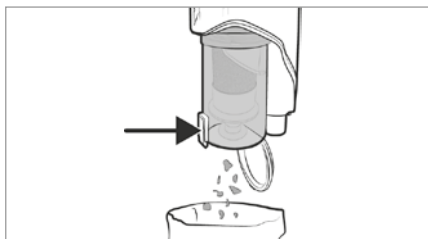

Fig. 18
- 1) Segure o reservatório de pó 7 sobre um caixote de lixo e pressione o botão de desbloqueio da tampa do reservatório de pó 8. A tampa do reservatório de pó 9 abre-se e o conteúdo é esvaziado para o caixote do lixo (ver fig. 18). Em seguida, feche a tampa do reservatório de pó 9.